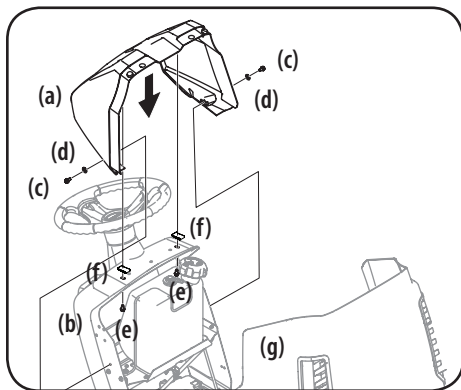

Figura 2-8
- Si la cubierta del tablero (a) se envía suelta, el hardware para la fijación de la cubierta guión (a) se envía instalado en la cubierta guión (a) y el guión (b). Retire los dos tornillos (C) y las arandelas (D) del guión (g) y dos tornillos (e) y (f) los clips de la cubierta del guión (b). Vea la Figura 2-8.
- Montar la cubierta del tablero (a) y alinee los orificios de montaje. Utilizando los tornillos (C / E), arandelas (d) y los clips (f) instalar la cubierta guión (a) y ajustado los tornillos (c) de modo que la cubierta guión (a) se puede ajustar. Vea la Figura 2-8.
- Cerca de la campana y alinee la cubierta guión (a) a la campana (g), dejando un espacio uniforme entre la campana (g) y la cubierta guión (a). Vea la Figura 2-8.
- Levante el capó (g) y apretar los tornillos (c/e) que sujetan la cubierta del tablero (a) en el tablero (b). Vea la Figura 2-8.